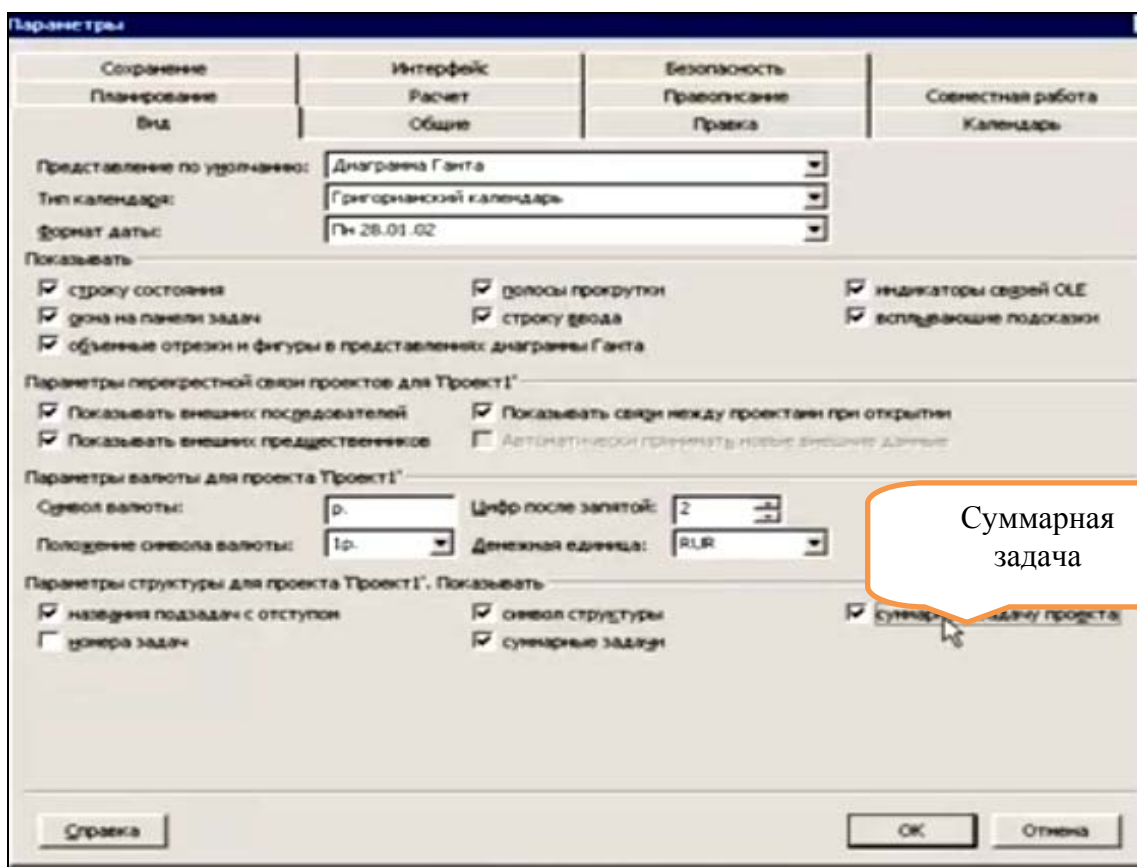

Рисунок 18 – Активация функции суммарная задача по проекту
3) В меню **Сервис (Collaborate)** вызвать команду «**Параметры (Collaboration Options...)**» и установить флажок для команды «**Суммарная задача проекта**» (рис. 18).